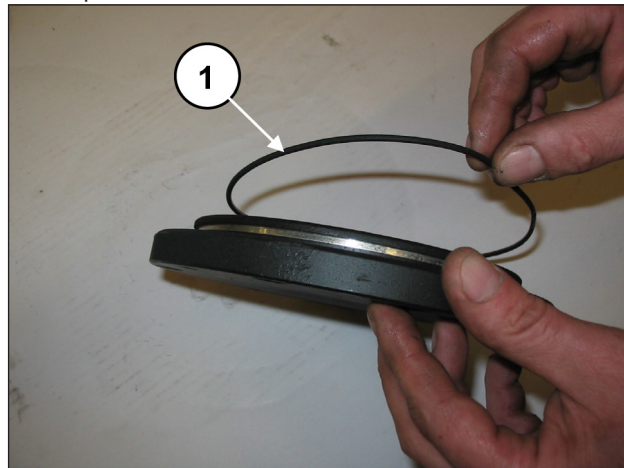
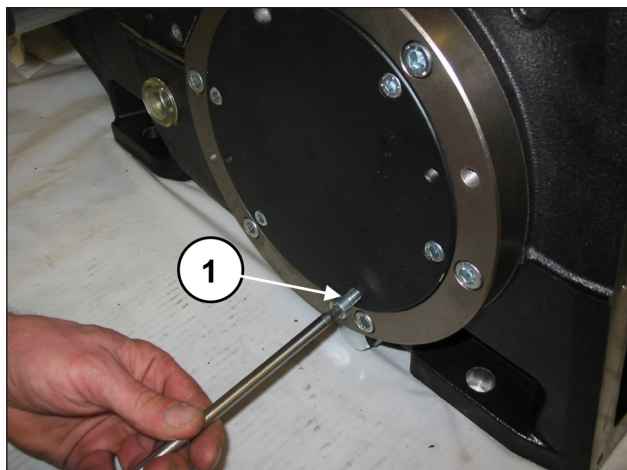

Fig. 89
Fig. 90
Montar las dos tapas del cojinete (con las juntas tóricas específica) (pos. ①, Fig. 89) con 6+6 tornillos M8x20 (pos. ①, Fig. 90).